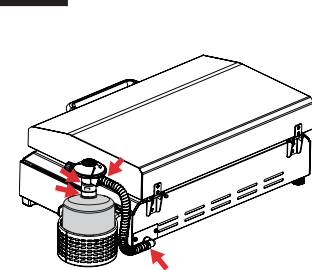

Fig. 8
- L'entonnoir d'évacuation des graisses a été correctement inséré dans le logement prévu à cet effet. (Fig. 8)